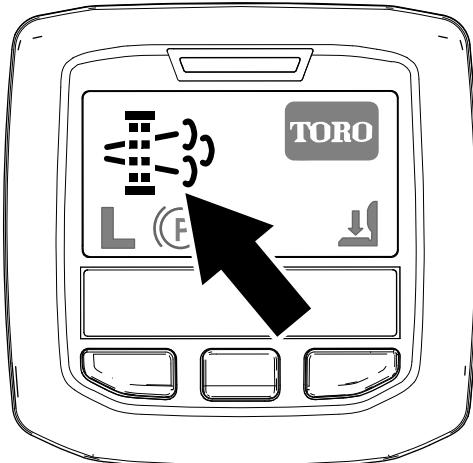

図 28
- インフォセンターに、駐車再生要求アイコンが表示されます 図 28。